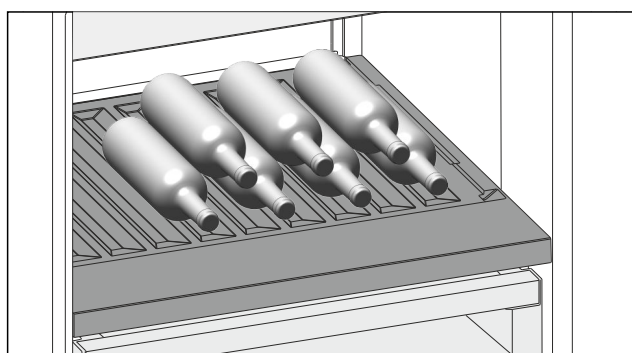

Fig. 150 Ilustrační zobrazení
- ▶ Láhve ukládejte dnem dozadu k zadní stěně. (viz Fig. 150)